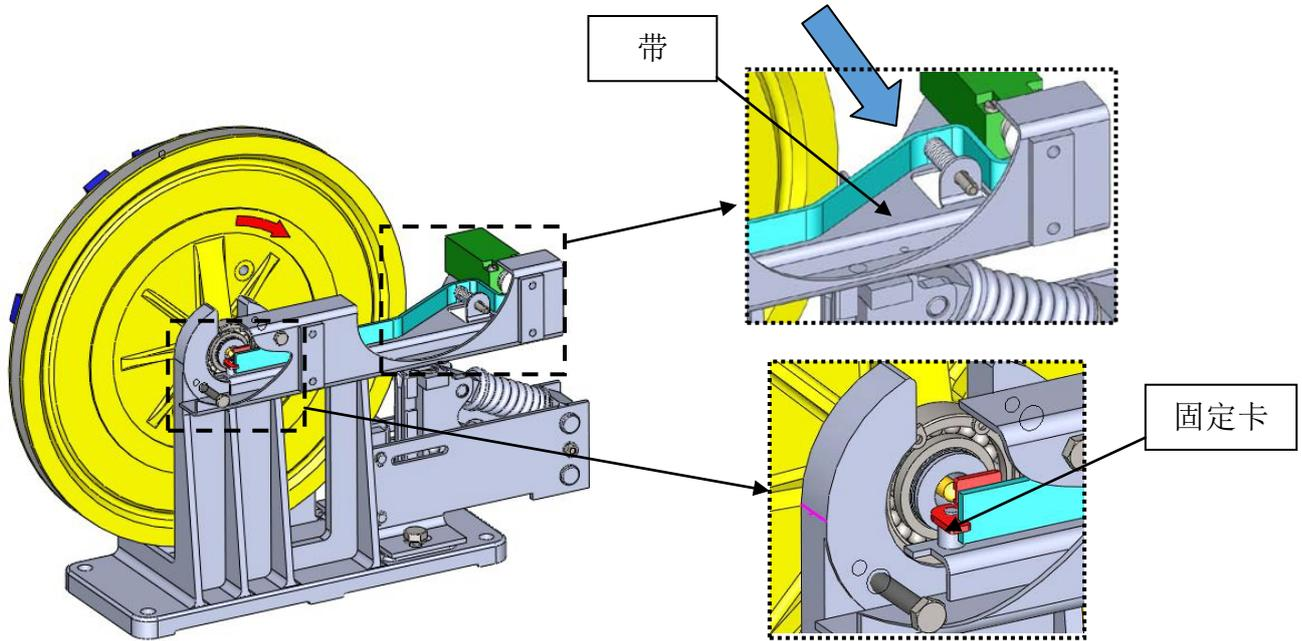

图 19
(1)沿图 19 中所示箭头方向推动带，使带的另一端被固定卡勾住。
(2) 拉动电气开关触头将电气开关闭合。